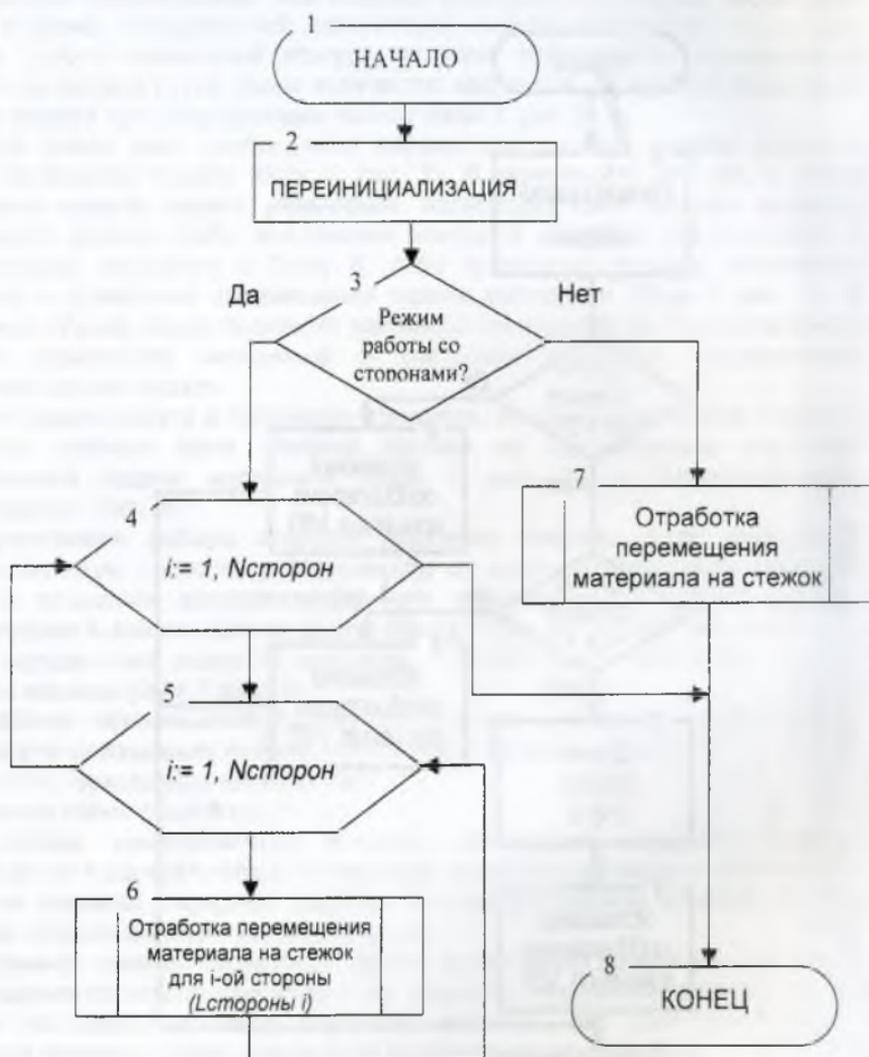

Рисунок 4
- 4) Отработку перемещений подачи материала, с заданными параметрами и режимом работы машины (рис. 4).
Обработка перемещения (транспортирования) материала происходит в зависимости от заданного режима работы швейной машины (рис. 4):